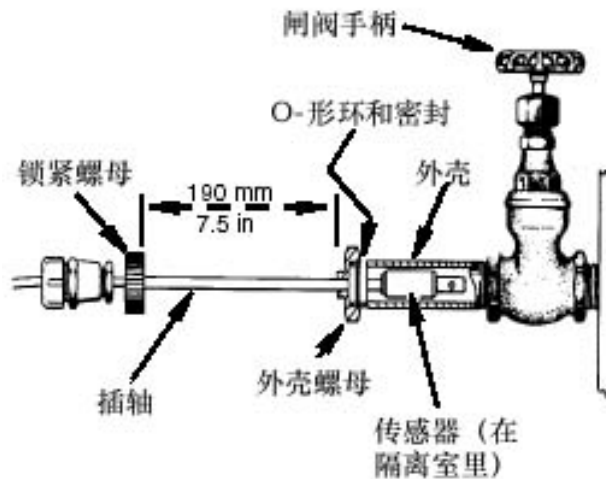

图 11、闸阀插入式传感器的拆卸
**警告：**当闸阀处于打开位置并且工艺管线或储槽充有物料并带压时，不要松开外壳螺母（图 11）。
2、让传感器进入闸阀外壳隔离室里（见图 11）。插轴最少露出 190mm（7.5 英寸）。